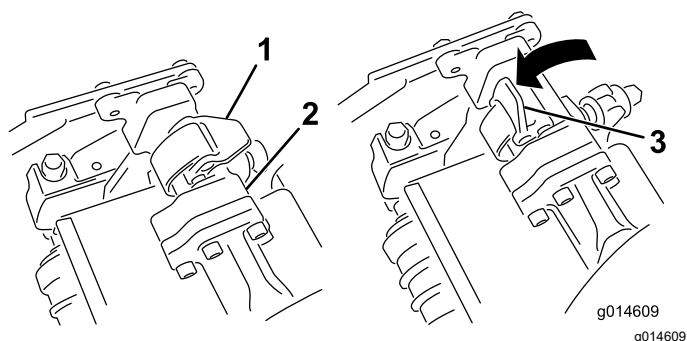
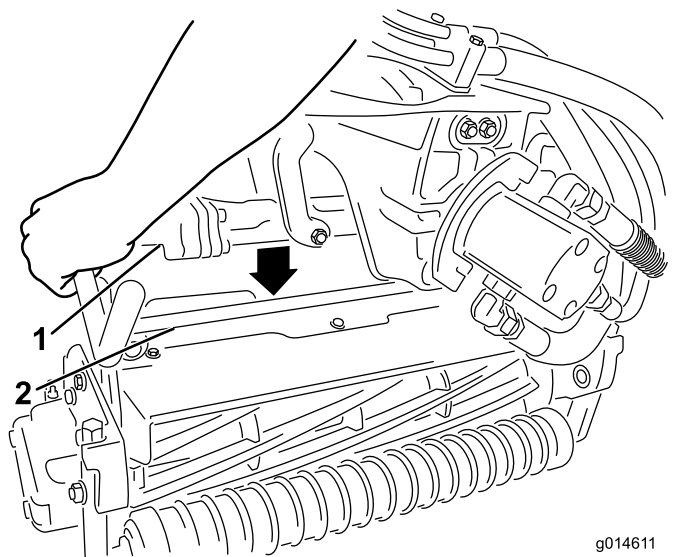

図 47
図 48
3. サスペンションアームのバーについているラッチを上向き開いた状態にして 図 47、サスペンションアームを押し下げて、バーを、カッティングユニットのバーの上に被せるようにする 図 48。
4. ラッチを下げて閉じるとカuttingユニットのバーがロックされてユニットがアームにセットされる図 47。
4. 取り外したいCuttingユニットのサスペンションアームのバーについているラッチを開く図 47。